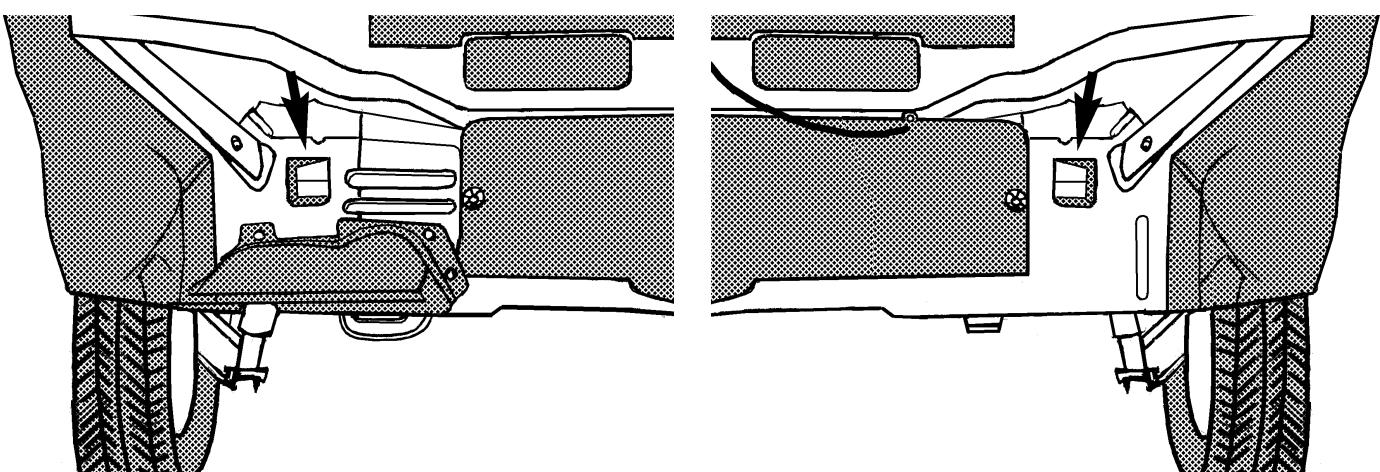

FIG.1
2. Plaats de trekhaak in de chassisbalken (zie fig.1) en bevestig deze t.p.v. de punten A met vier bouten M10x30 inclusief contra's (40x5 L=40mm) en veerringen. Draai de bouten overeenkomstig de tabel vast. Plaats de twee PE schuimblokken als afdichting in het chassis.
2. Place the towbar in the chassis beams (see figure 1) and fix at points A with four M10 x 30 bolts with backplates (40 x 5, L=40 mm) and spring washers. Tighten the bolts to the torque as shown in the table. Place the hitch bumper and replace all the parts removed in point 1. Place the ball hitch between the ball fitting plates and fix with one M12 x 70/2.2 bolt and one M12 x 65/21.2 bolt together with socket plate, lock washers and self-locking nuts. Tighten all nuts and bolts to the torque as shown in the table.
2. Placera dragkroken i chassibalkarna (se fig. 1) och fäst den på punkterna A med fyra skruvar M10x30 inklusive motbrickor (40x5 L=40 mm) och fjäderbrickor. Momentdrag skruvorna enligt tabellen. De två PE-skumblocken placeras som tätnings i chassi.
2. Anbring anhængertrækket i chassisvangerne (jævnfør fig. 1), og monter dette ved punkterne A med fire bolte M10x30 inklusiv spændplader (40x5 L=40mm) og fjederskiver. Spænd boltene ifølge tabellen. Anbring de to PE skumgummistykker til at tætte chassis med.